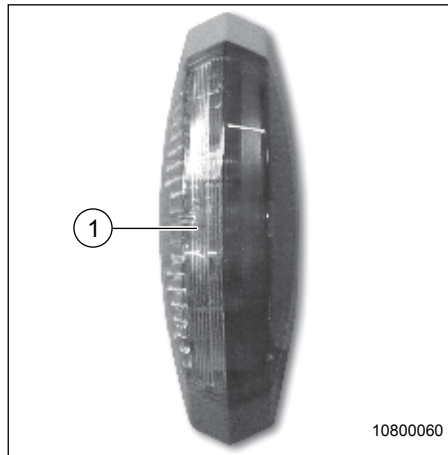

Fig. 142 Feu de position
1. Soulever prudemment le cache (Fig. 142, Pos. 1) du feu de position avec un tournevis fin.
2. Enlever l'écran de la lampe (Fig. 142, Pos. 1) et remplacer l'ampoule (Fig. 131, Pos. 3).